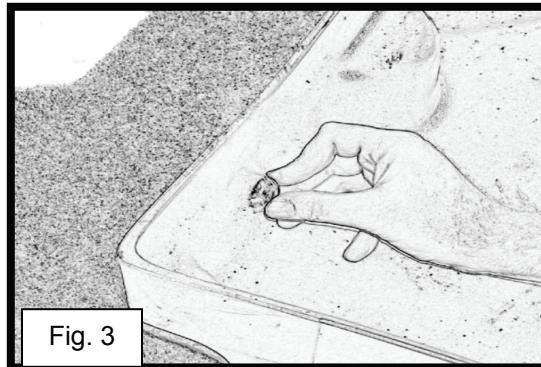

Fig. 3
- 3) Sett gummitetningen inn i hullet du borte (se fig. 3). Bruk enden på skrujernet og kittekniven til å "lede" tetningen inn i hullet. Før tetningen inn i hullet på begge sider av oppsamlingssenteret. Når tetningen er skikkelig på plass, bør det hele se ut som på figur 4. Gjenta steg 3 på motsatt oppsamlingssenter.